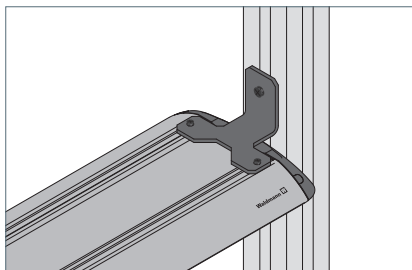

Fig. 13: Montaggio dell'apparecchio d'illuminazione con tipo di montaggio "laterale."
- ▶ Montare l'apparecchio d'illuminazione con una vite idonea sulla superficie di montaggio, vedi Fig. 13.